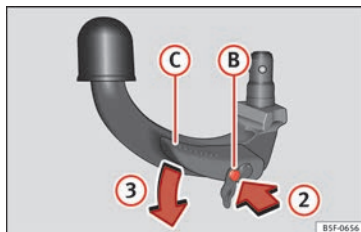

Fig. 224 Étape 2 :
- Appuyez sur la broche de déverrouillage ⑨ dans le sens de la flèche ② et appuyez simultanément sur le levier ⑦ dans le sens de la flèche ③ jusqu'à la butée » fig. 224.